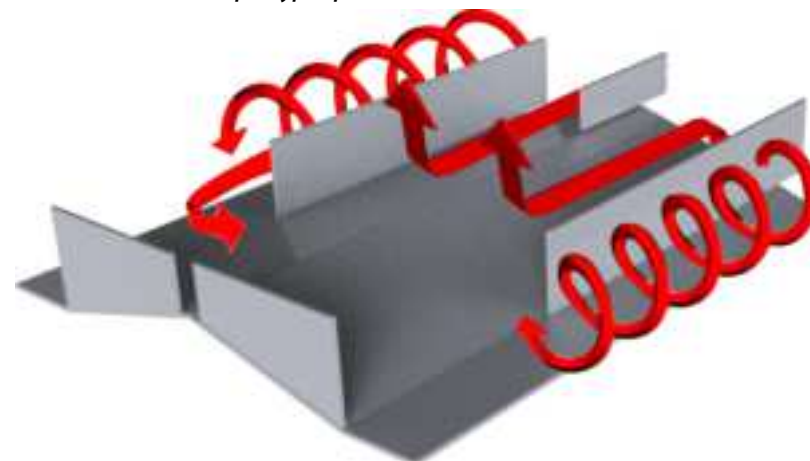

Рисунок 9.5.1. Вихревой эффект в топке печи. Система VORTEX.
**Примечание:** Вихревой эффект в топке (в зоне Б) существенно улучшает характеристики печи – разжигать легко, камни нагреваются быстро и до высокой температуры (рис. 9.5.1.).